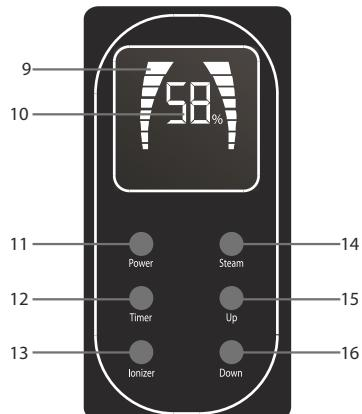

Рис. 2
7. ЭКСПЛУАТАЦИЯ ПРИБОРА(Рис. 2)